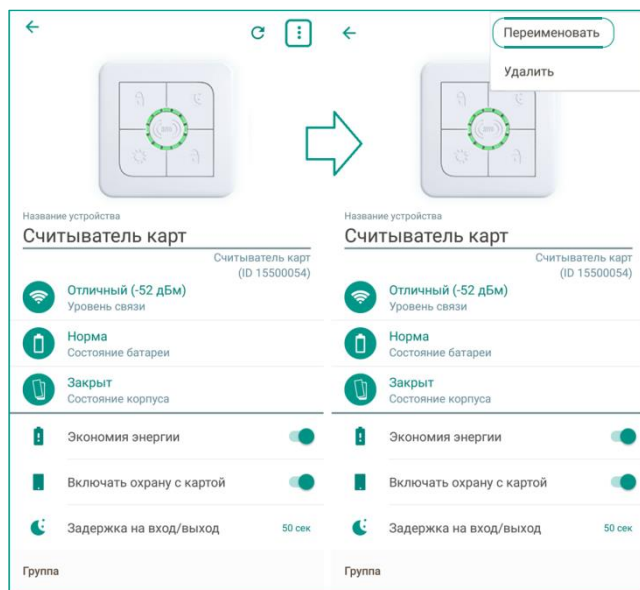

Рисунок 13.2 – Вызов меню на экране настройки пульта
- 3) В меню выберите пункт *Переименовать* (см. рисунок 13.2).